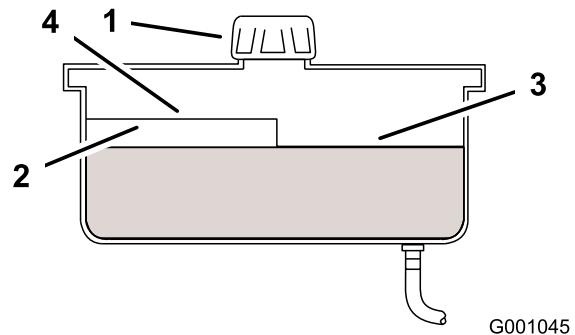

Figure 68
4. Nettoyez la surface autour du bouchon et du goulot de remplissage du réservoir hydraulique (Figure 68).
5. Retirez le bouchon du goulot de remplissage Vérifiez le niveau d'huile à l'intérieur du réservoir. (Figure 68).
- Remarque:** Lorsque l'huile est chaude, le niveau de liquide doit atteindre le haut du repère "à chaud" sur le déflecteur (Figure 68).